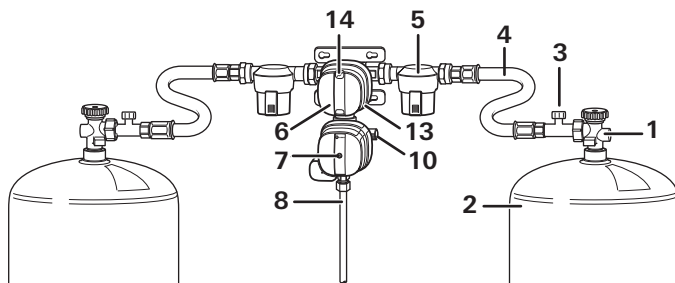

Bild 1a: DuoControl CS vertikal
- Anslut gasolflaskorna (2) och kontrollera att alla slangförskruvningar är felfria.
- Öppna ventilerna på båda gasolflaskorna (1).
- Tryck kraftigt på slangbrottsskyddet (bild 1a – 3) på högtrycksslangen i ca 5 sekunder. I siktfönstret (14) växlar indikatorn till grönt.
- Om den gula återställningsknappen (7) inte är intryckt (läge "ej driftberedd"), skall crashsensorn återställas.
- Vrid till exempel vridknappen (13) så långt det går åt vänster (vänster anslutning = driftflaska).
– Öppna den fulla gasolflaskans ventil (1).
– Tryck på slangbrottsskyddet (bild 1a – 3) och vid behov på den gula återställningsknappen (7), vrid lätt medurs och håll intryckt i 10 sekunder.
- Skruva fast den högtrycksslang (4) som föreskrivs för landet på ingången till gasfiltret (5) / DuoControl CS och på flaskan (2 / resp. på anslutningsadaptorn).
- Öppna gasolflaskans ventil (1).
- Tryck på slangbrottsskyddet (bild 1a – 3) och vid behov på den gula återställningsknappen (7), vrid lätt medurs och håll intryckt i 10 sekunder.